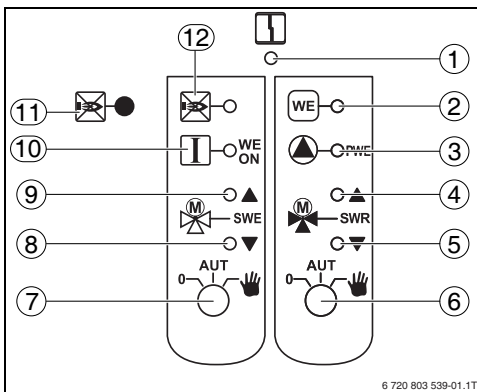

Рис. 4 Элементы управления FM444
Модуль FM444 в соединении с альтернативными теплогенераторами имеет функцию, которая при нажатии кнопки **Разогрев** (→ рис. 4, [11], стр. 35) на стадии пуска альтернативного теплогенератора препятствует старту дизельного/газового отопительного котла.
Различные положения переключателей (→ рис. 4, [6], [7]) по-разному воздействуют на насос альтернативного теплогенератора и на включение теплогенератора.
4.4.1 Переключатель автоматического теплогенератора / аварийного охлаждения (левый) (→ рис. 4, [7], стр. 35)
4.4.2 Переключатель насоса теплогенератора (правый) (→ рис. 4, [6], стр. 35)